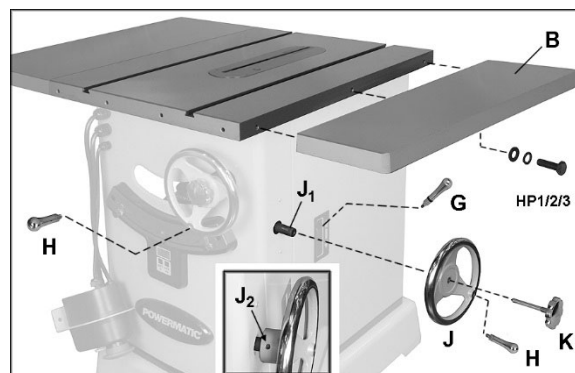

Figure 6-3 : Installer les accessoires
Voir la Figure 6-3.
- Enlevez le ruban adhésif autour de l'arbre pour exposer les filets et la clavette d'arbre (J1, Figure 6-3).
- Installez le bouton de verrouillage (K, figure 6-3) et les poignées (H). Utilisez la clé sur les poignées à plat pour les serrer contre les volants.